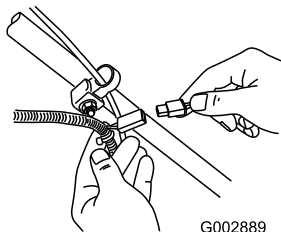

Bild 41
1. Schließen Sie das Ladegerät an den Kabelbaum des Rasenmähers an, der sich unter dem Zündschloss befindet (Bild 41).